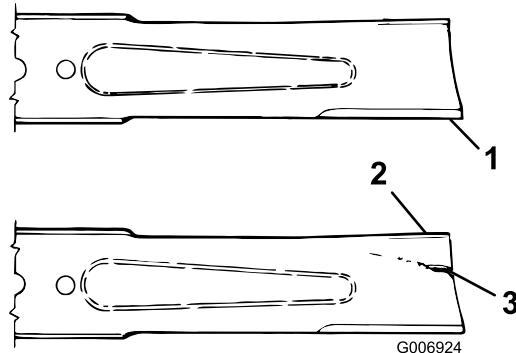

Figure 101
3. Examinez attentivement les tranchants de la lame, particulièrement au point de rencontre de la partie plane et de l'ailette (Figure 101).
- Remplacez la lame si elle est usée (Figure 101); voir Entretien du plan de la lame \(page 73\).
Si la lame est trop usée, une entaille se forme entre l'ailette et la partie plane (Figure 101). La lame peut alors se briser et un morceau peut être projeté du dessous de la machine, vous blessant gravement ou une personne à proximité.